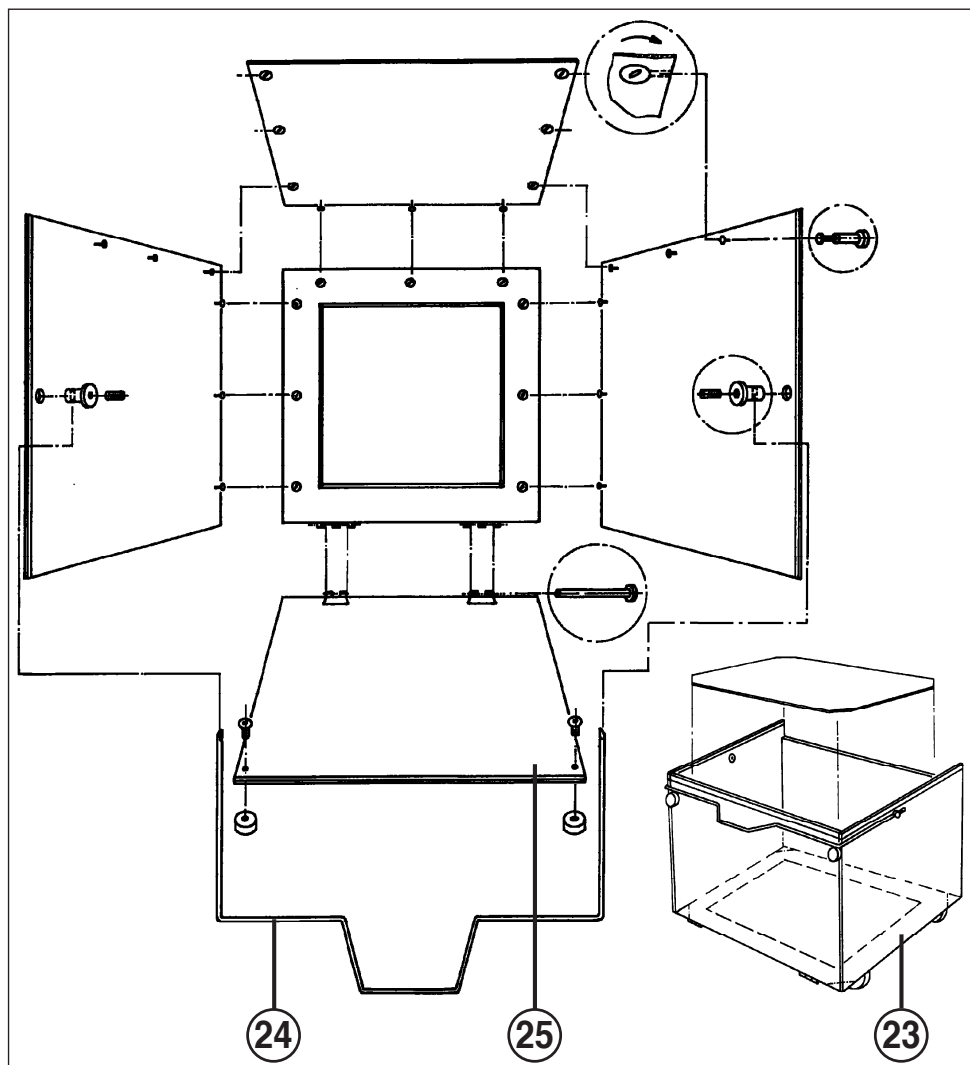

Fig. 4
- 23 = Recipiente de recolha (fig. 4)
- 24 = Arco para o recipiente de recolha (fig. 4)
- 25 = Parede dianteira do recipiente (fig. 4)
MONTAGEM DO RECIPIENTE DE RECOLHA (23) (fig. 4):